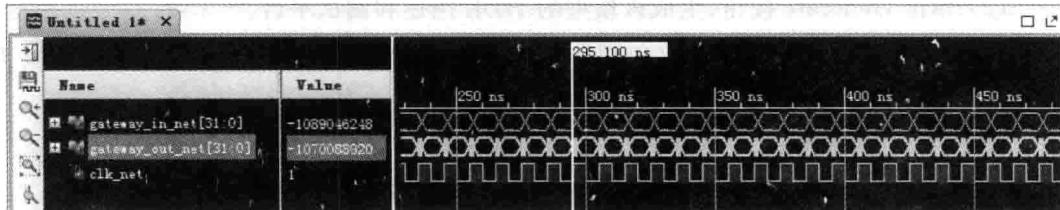

图 6.26 仿真波形界面
(3) 在 Vivado 主界面左侧 Flow Navigator 窗口,找到并展开 Simulation。在展开项中,找到 Run Simulation。然后,选择 Run Behavioral Simulation,开始对设计进行行为级仿真。
(4) 如图 6.26 所示,出现行为仿真波形界面。